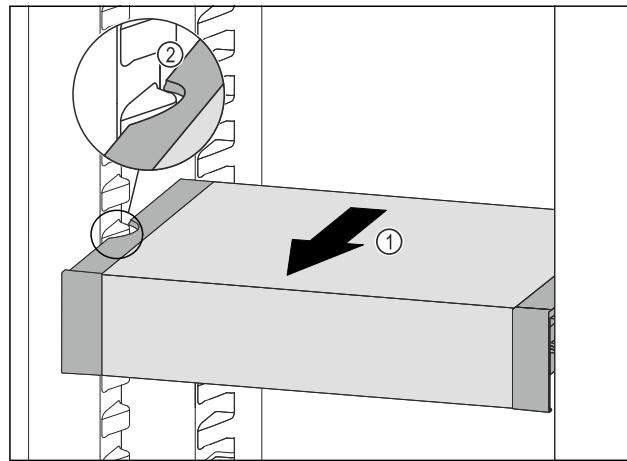

Fig. 88
- ▶ 向前拉动 VarioSafe Fig. 88 (1)，直至 VarioSafe 的侧部凹槽与冷藏区中的容器肋梁持平。Fig. 88 (2)